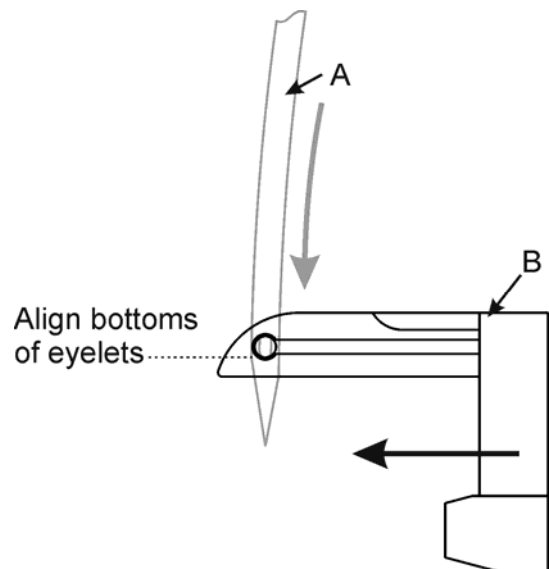

Fig: 17
1. Verwijs naar **Fig.:17**. Controleer of de onderzijde van het grijperoog (B) gelijk valt met de onderzijde van de naald (A) en dit gedurende de voorwaartse beweging van de grijper. Dit dient gecontroleerd met de naald (A) voor de grijper (B) en ook achter de grijper. Om dit in te stellen dient men aan de riemschijf te draaien (niet getoond)